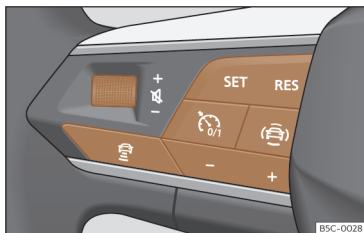

Fig. 130 Sur le volant multifonction : bouton de commande de l'ACC.
- Appuyez sur la touche  du volant multifonction >>> **fig. 130**.
- Pour commencer le réglage, appuyez sur la touche **SET** >>> **fig. 130**.
Pour programmer la vitesse, appuyez sur les boutons + ou - >>> **fig. 130** jusqu'à la vitesse souhaitée. Le réglage de la vitesse s'effectue par intervalles de 10 km/h (5 mph).
- Appuyez sur la touche  puis sur la touche + ou - >>> **fig. 130**.
- Appuyez brièvement sur la touche  >>> **fig. 130** ou sur la pédale de frein.